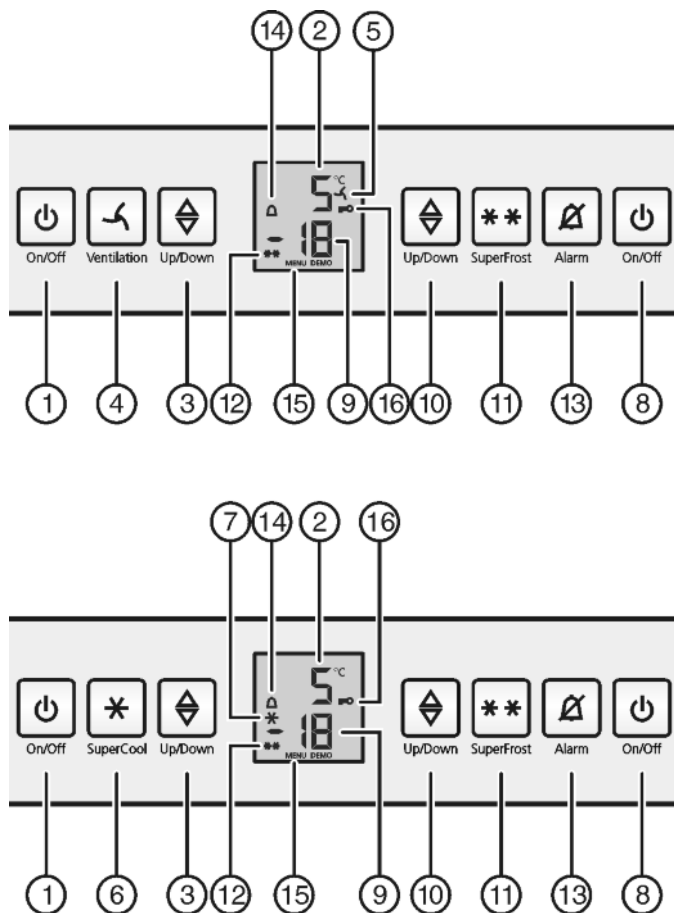

Fig. 2
- ▶ Нажмите кнопку On/Off морозильного отделения Fig. 2 (8).
- ▶ Нажмите кнопку On/Off холодильного отделения Fig. 2 (1).
- ▶ Активация режима настройки: Нажмите кнопку SuperFrost Fig. 2 (11) и удерживайте ее прим. 5 секунд.
- ▷ На индикаторе будет отображаться символ «Меню» Fig. 2 (15).
- ▶ Для подтверждения нажать и отпустить кнопку «SuperFrost» Fig. 2 (11).
- ▷ На индикаторе горит символ «Защита от детей» Fig. 2 (16).
- ▶ Нажмите и сразу отпустите кнопку On/Off морозильного отделения Fig. 2 (8).
- ▷ Символ «Защита от детей» Fig. 2 (16) гаснет.
Одновременно мигает индикация температуры и символ тревоги Fig. 2 (14).
Звуковой сигнал выключается автоматически, символ аварийного сигнала Fig. 2 (14) выключается и индикатор температуры перестает мигать, если температура снова становится достаточно низкой.
- ▶ Нажмите кнопку Alarm Fig. 2 (13).